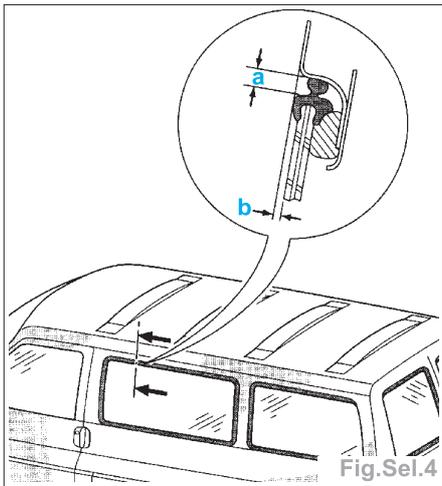

Fig.Sel.4
- Glaces latérales et arrière (Fig.Sel.4) :